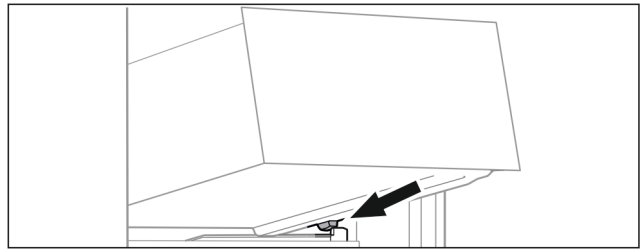

Fig. 29
- ▶ Наклоняя вниз, установите выдвижной ящик за стопоры на контейнерное ребро. (см. Fig. 29)